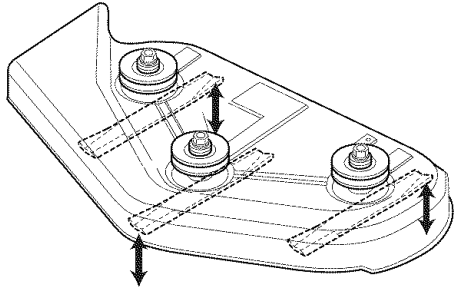

Figura 36. Orientar las Aspas de Adelante hacia Atrás
1. Gire las aspas de adelante hacia atrás como se muestra en la Figura 36. Mida la distancia del suelo a la punta delantera del aspa central, y del suelo a la punta trasera de las aspas izquierda y derecha (Figuras 33 y 36). Las puntas delanteras deben estar 1/8"-1/4" (3-6mm) más altas que las puntas traseras. Si no, proceda con el paso 2.